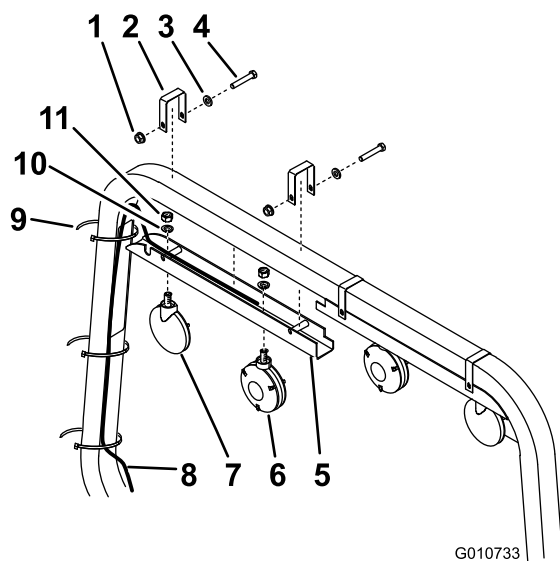
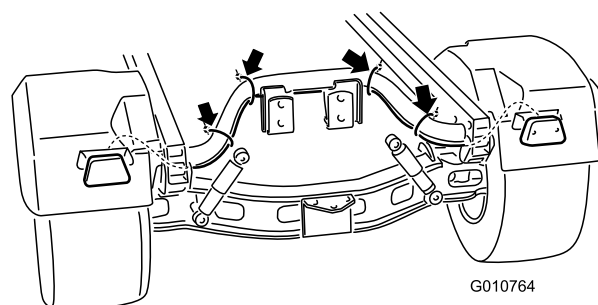

Рисунок 1
Рисунок 2
Примечание: При использовании данного комплекта с навесом модели 07372 закажите комплект № 133-0627 по каталогу Торо, чтобы заменить швеллер световых сигналов и монтажные кронштейны швеллера (Рисунок 1).
3. Закрепите световой сигнал (с одним красным колпачком) в наружном отверстии каждого швеллера световых сигналов конструкции защиты оператора при опрокидывании (ROPS) при помощи контргайки (1/2 дюйма) и плоской шайбы (входящих в состав светового сигнала), как показано на Рисунок 1.
внутреннем отверстии каждого швеллера световых сигналов конструкции защиты оператора при опрокидывании (ROPS) с помощью входящей в комплект контргайки (1/2 дюйма) и плоской шайбы (прилагаемой к световому сигналу), как показано на Рисунок 1.
5. Прикрепите швеллеры световых сигналов к нижней стороне конструкции защиты оператора при опрокидывании (ROPS) с помощью 4 кронштейнов для крепления швеллеров, болтов (1/4 x 2-3/4 дюйма), шайб и фланцевых гаек (1/4 дюйма), как показано на Рисунок 1.
11. Закрепите жгут проводки на стойке конструкции защиты оператора при опрокидывании (ROPS), балке рамы и задней трубе рамы при помощи 8 кабельных стяжек (Рисунок 1 и Рисунок 2).